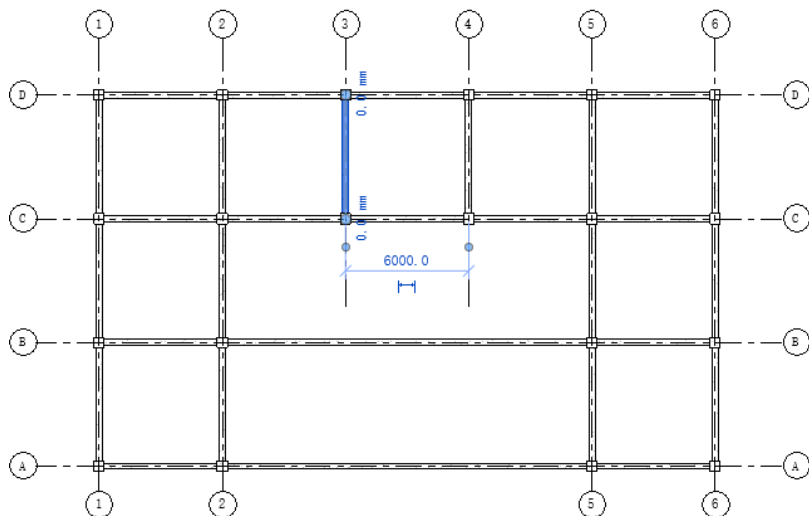

图 6-12 选择梁
(1) 接 6.2.2 节文件，选择要修改的梁，如图 6-12 所示。